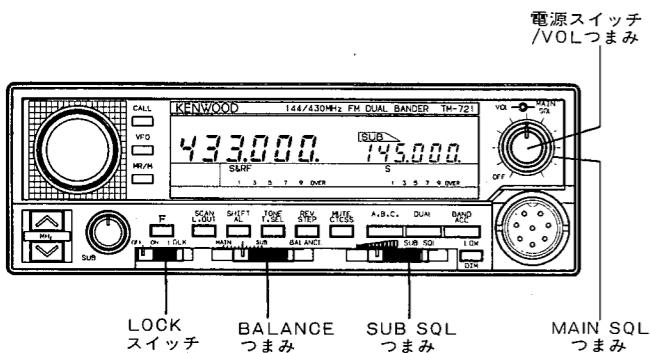

図 1
- (DC電源の電源スイッチつづいて) トランシーバーの電源スイッチを ON にします。ディスプレイパネルの表示が図 1 のようになっていない場合は、メモリーをリセットしてください。(リセット P.19 参照)